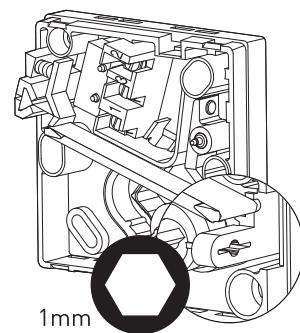

ABB. 17: Kalibrierschraube
4. Stellen Sie den Hygrostat innen mit einem 1-mm-Inbusschlüssel ein. Regeln Sie per Kalibrierschraube den Wert herab, bis der Hygrostat auslöst. „ABB. 17: Kalibrierschraube“.